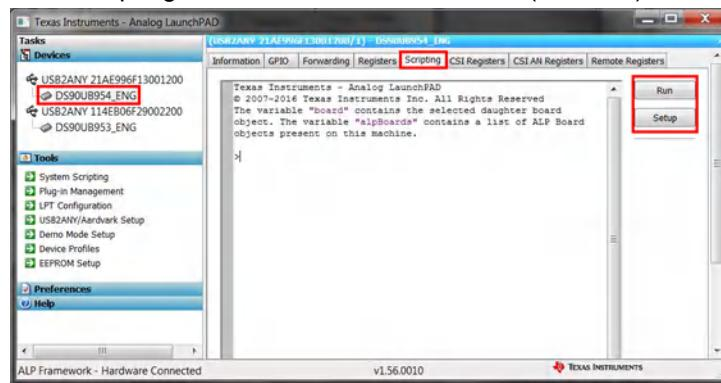

图 3-36. 导航到 ALP 中 DS90UB954（或变体）的“Scripting”选项卡
1. 通过双击配置文件并选择“Scripting”选项卡，打开 DS90UB954（或变体）设备窗口，如图 3-36 中所示。